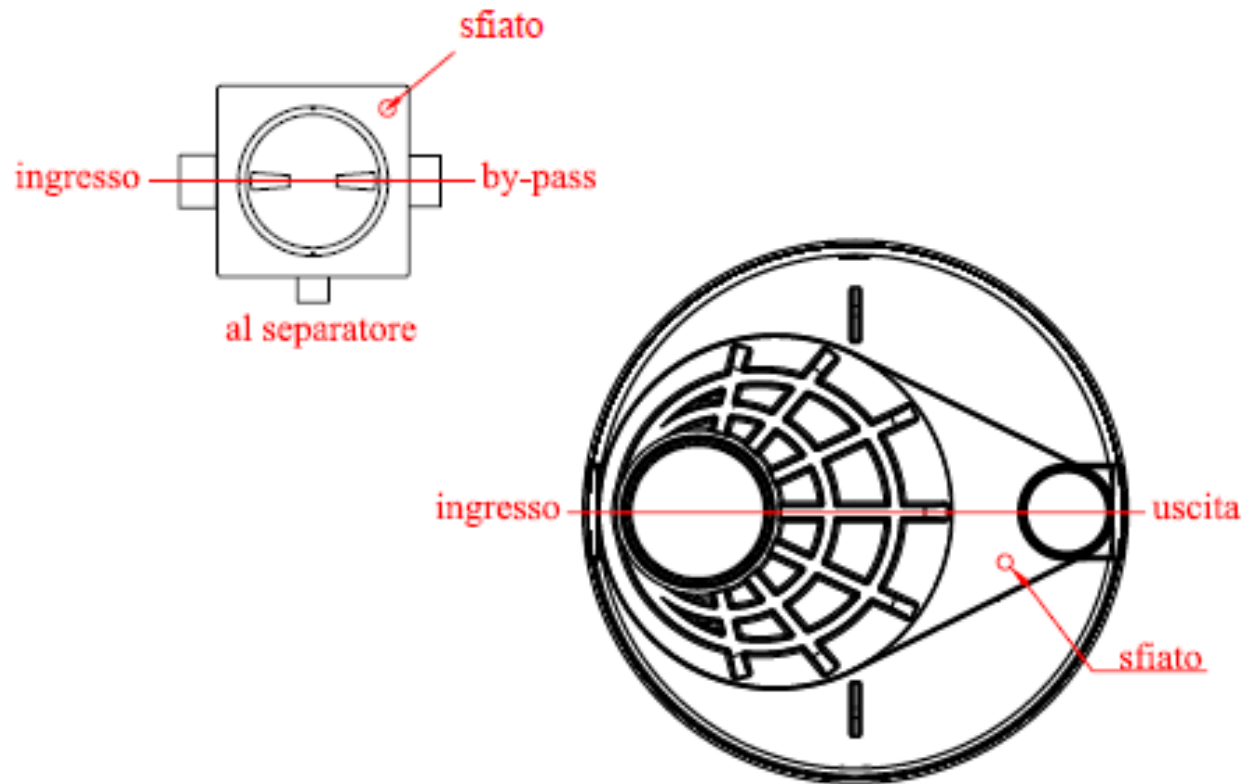

Fig. 2 – Posizionamento collegamenti sfiati
6.2. Collegamento sfiati (ventilazione) (Fig.2)